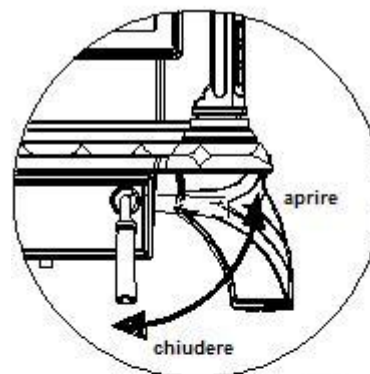

Fig.17
**MANIGLIA DELLA PORTA DEL CASSETTO CENERE:** aprire questa porta quando è necessario togliere la cenere dalla stufa. Per aprire la porta, girare la maniglia a ore 3 (Fig.17). Per chiuderla, premere la porta contro la cornice e portare la maniglia a ore 6.